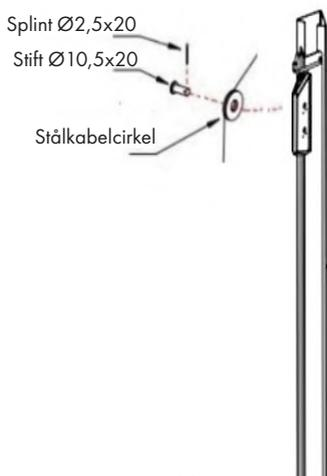

Bild 15
- Ta kabeln som är lindad runt vinschjulet och för den genom den övre delen av teleskopaggregatet enligt Fig.15.